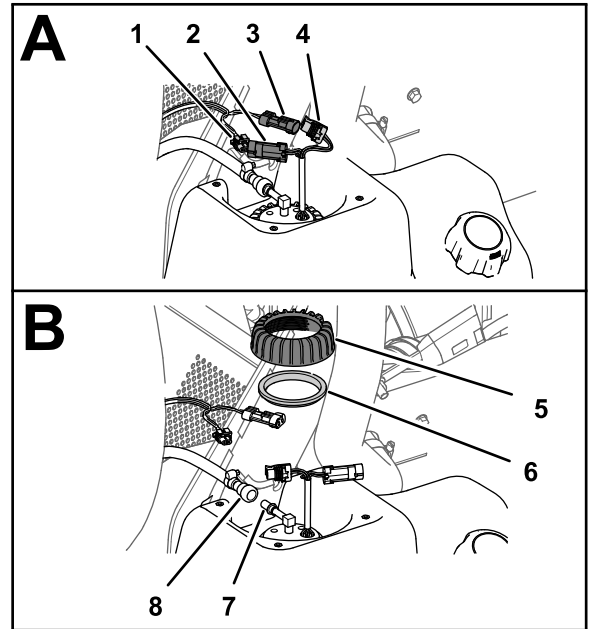

图 86
1. 从燃油泵/发送装置的 2 针接头断开机器线束的 2 插槽接头从燃油泵/发送装置的 2 插槽接头断开机器线束的 2 针接头图 86。
2. 将燃油软管连接头的锁紧套滑离燃油泵/发送装置的接头并从该接头上拆下接头和软管图 86。
3. 逆时针旋转燃油泵/发送装置的螺母拆下螺母和密封件图 86。